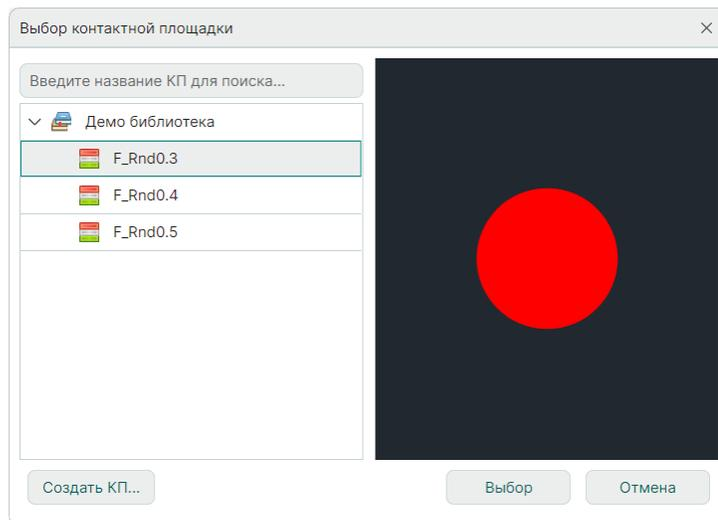

Рис. 192 Выбор типа реперной точки
- Выберите тип реперной точки в окне «Выбор контактной площадки» и нажмите кнопку «Выбор», см. Рис. 192. В окне отображаются реперные точки, созданные во всех доступных библиотеках.